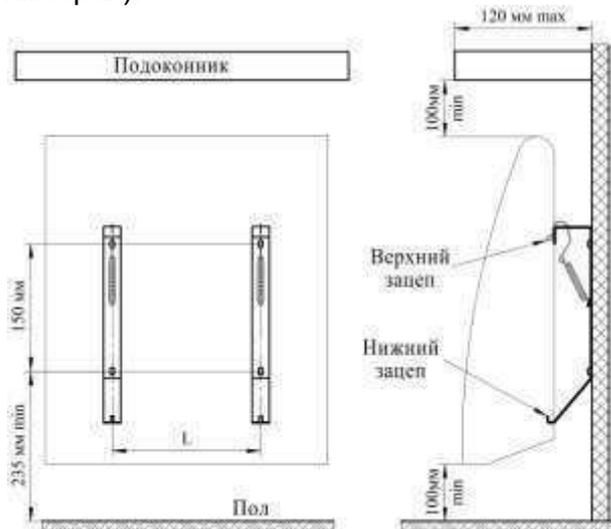

Рис. 2
5.4 Для стационарной установки конвектора выполните на стене разметку под крепёжные отверстия (см. рис.2, табл.2) и закрепите кронштейны для установки конвектора, любым доступным способом, обеспечив надёжное крепление конвектора в течении всего срока эксплуатации и соблюдая минимальные расстояния от поверхностей конвектора до предметов окружающей обстановки, как показано на рисунке 3 (расстояния даны в сантиметрах).